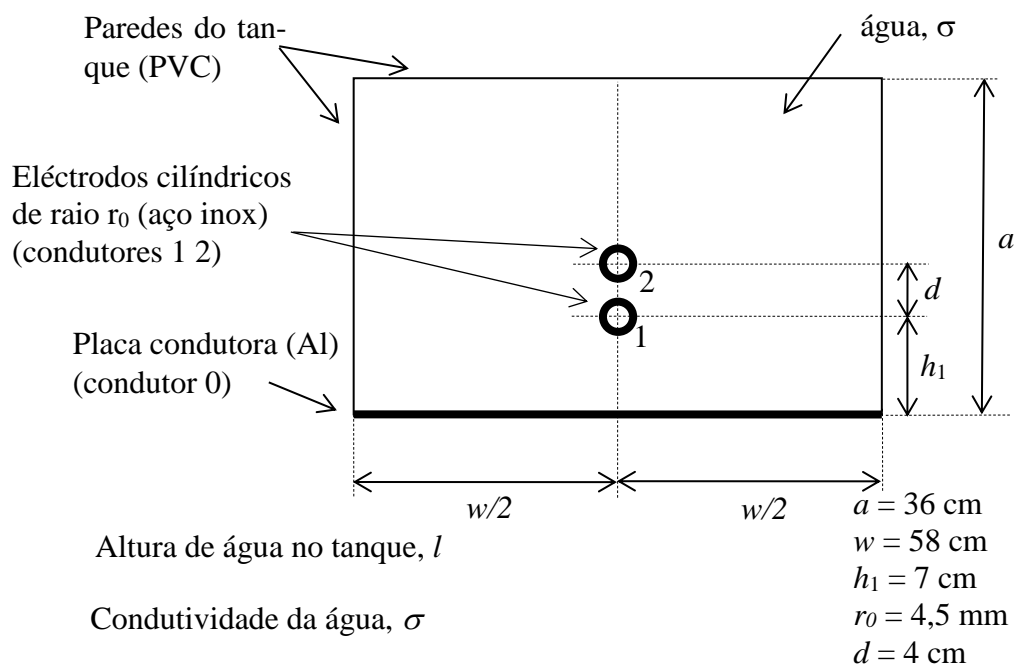

Fig. 1 – Vista de topo do tanque electrolítico para o caso de dois eléctrodos cilíndricos em presença de um plano condutor (condutor de referência).
Os ensaios laboratoriais são realizados com utilização de um tanque electrolítico, Fig. 1.
- b) Determine as expressões que permitem calcular os elementos da matriz dos coeficientes de resistência para o sistema de condutores da Fig. 1. Verifique que esta pode ser escrita na forma
onde os elementos da matriz $[K]$ dependem apenas do raio dos condutores cilíndricos e das distâncias destes entre si e ao plano condutor. Para o conjunto de dados fornecido na Fig. 1, calcule os valores numéricos da matriz $[K]$. Note que as tensões entre os condutores cilíndricos e o plano, para correntes impostas, podem ser obtidas através de
- T – Tanque electrolítico (Fig. 1).
- Retire a placa metálica (4) e introduza os eléctrodos EC de modo a que o eléctrodo 1 fique à distância h_I do plano condutor (0) e o eléctrodo 2 fique à distância h_I+d do plano condutor (0).
- Coloque os eléctrodos suspensos EC de modo a que fiquem paralelos ao plano condutor (0) e de acordo com as distâncias indicadas na Fig. 1.